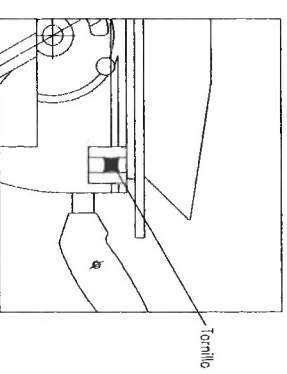

Fig. 12
- 4.- Ajustar el tamaño del corte regulando la altura de la mesa (Fig. 12). Para ello, aflojar los dos tornillos que se encuentra en los ángulos opuestos, justo debajo de la mesa, y desplazarla hasta obtener la medida deseada. Posteriormente apretar el tornillo de sujeción. Al subir la mesa, entrará en uso la protección situada entre la carcasa y la mesa superior, la cual está unida a la mesa.